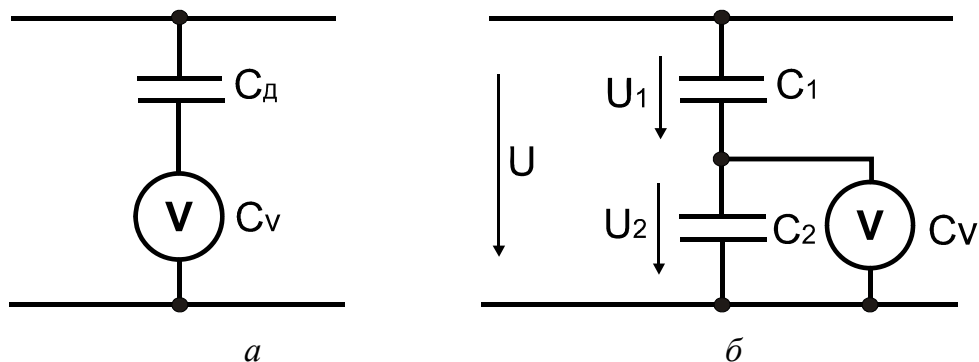

Рис. 4. Включение электростатических вольтметров:
- б) использованием емкостного делителя, состоящего из двух конденсаторов известной емкости C_1 и C_2 (рис. 4, а и б).